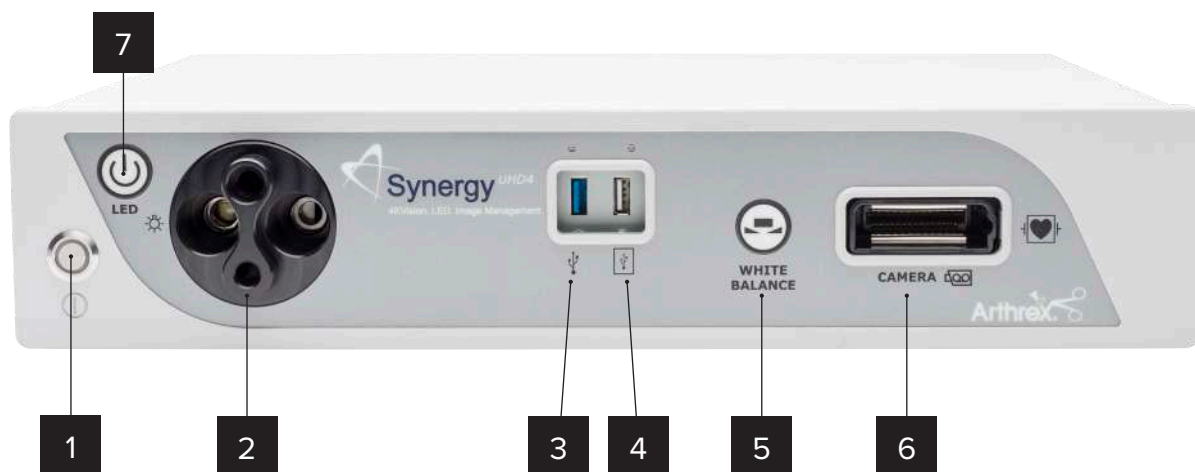

Figura 1 – Panou frontal Synergy^{LED}
3. Introducerea unei camere endoscopice incompatibile în priza pentru cameră (consultați Figura 1) poate duce la deteriorarea UCC.
- ⚠️ AVERTISMENT: Introducerea unei camere endoscopice incompatibile în priza pentru cameră (consultați Figura 1) poate duce la deteriorarea UCC.**